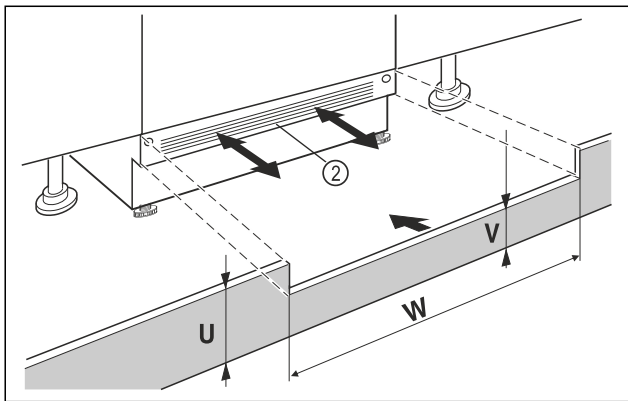

Fig. 96 Simbolična slika
- ▶ Nataknite okrasno letev naprave Fig. 96 (2), vendar je še ne fiksirajte.
- ▶ Če je okrasna letev Fig. 96 (2) vidna, jo potegnite gor tako daleč, da sta sprednji rob prezračevalne rešetke in okrasna letev pohišstva poravnana.
- ▶ Če je okrasna letev Fig. 96 (2) zakrita, jo potisnite do konca nazaj.
- ▶ Pazite, da so prezračevalne reže popolnoma proste: Po potrebi prilagodite višino okrasne letve Fig. 96 (U) pohišstva!
- ▶ Prilagodite višino stojine Fig. 96 (V) vzdolž širine niše Fig. 96 (W) pod okrasno letvijo Fig. 96 (2) pohišstva.